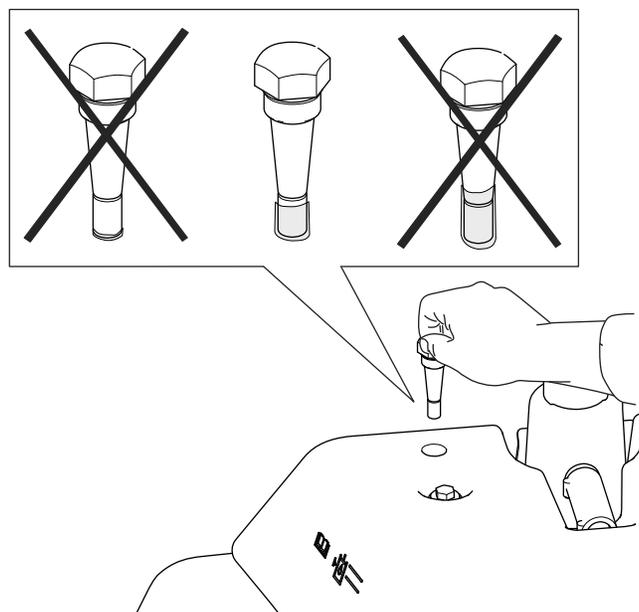

Figure 55
- Ressortez la jauge et contrôlez le niveau de liquide. Il est suffisant s'il se situe entre les deux repères sur la jauge. Si le niveau de liquide n'est pas entre les repères maximum et minimum, rectifiez le niveau (Figure 55).